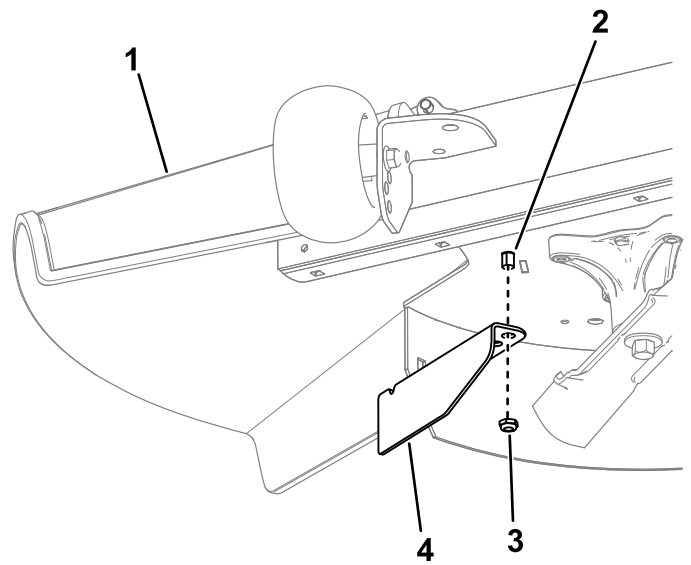

Bild 15
11. Verwenden Sie die Mutter, um das Versatzablenklech an der Ablenklechstange am äußeren Loch des Ablenklechs (Bild 15) zu montieren.
10. Entfernen Sie die Mutter von der Ablenklechstange unter dem Mähwerk (Bild 15).